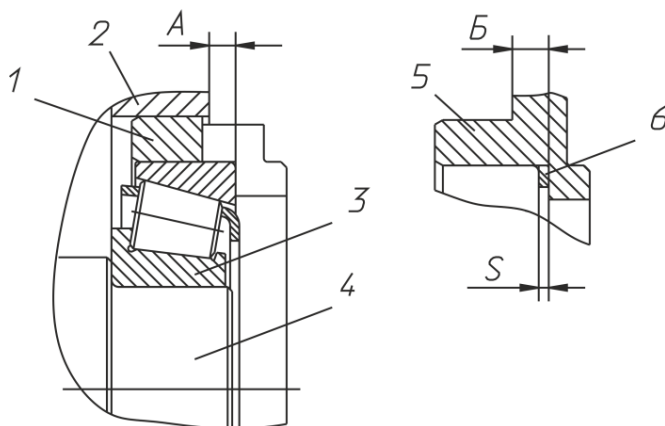

Рисунок 6 – Регулировка осевого зазора в подшипниках промежуточного вала:
4. Отрегулировать осевой зазор в подшипниках промежуточного вала (см. рисунок 6).
Момент затяжки штуцера прокачки (см. рис. 6 поз. 12) - 13,37...31,39 Н·м (1,4...3,2 кгс·м).